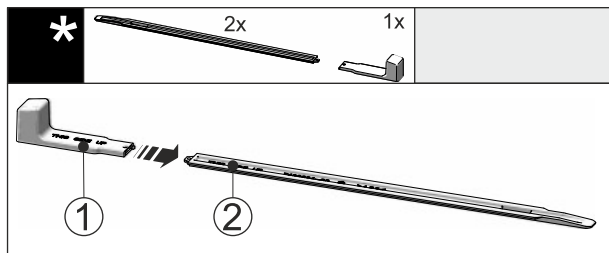

Fig. 46
- Futni dorezën e montimit Fig. 46 (1) në shinën e nivelimit Fig. 46 (2).